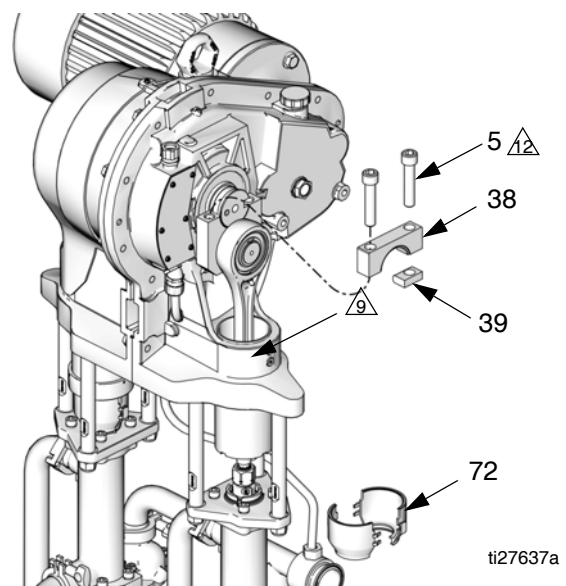

ABB. 17. Kurbelarmkappe entfernen
5. Einen sauberen Lappen über den Schieberzylinder (2) legen, damit während des Zerlegens kein Schmutz in die Schieberbaugruppe fällt.
6. Die zweiteilige Abschirmung (72) durch Einführen eines Schlitzschraubendrehers in den Schlitz und Aushebeln der eingerasteten Lasche entfernen. Vorgang bei allen Laschen wiederholen. **Nicht** die Abdeckungen mit dem Schraubendreher auseinanderhebeln.
7. Einen 3/4"-Schlüssel an der Fläche des Schieberkolbens (9) anlegen (direkt oberhalb der Kupplungsmutter), damit sich der Schieberkolben/Pleuel beim Lockern der Kupplungsmutter nicht dreht (14). Den Schlüssel so ausrichten, dass er an einer der Verbindungsstangen (3) abgestützt ist. Eine übermäßige Kraftanwendung an Schieberkolben/Pleuel kann die Lebensdauer des Unterpumpen-Hublagers verkürzen.
8. Mit Hilfe eines 1-5/8"-Gabelschlüssels die Kupplungsmutter (14) vom Schieberkolben (9) lösen und auf die Kolbenstange der Pumpe herabgleiten lassen. Darauf achten, dass die Klemmrings (13) nicht verloren gehen.
9. Siehe ABB. 17. Mit Hilfe eines 1/2"-Sechskantschlüssels die zwei Abschlusschrauben (5) abschrauben. Die Kurbelarmkappe (38) und den Keil (39) entfernen. Wenn nötig einen Kunststoffhammer verwenden, um diese Bauteile zu lösen.
14. Den Kolben (9) und die Verbindungsstange (7) in den Zylinder (2) schieben.
15. Den Kurbelarm (4) so positionieren, dass er die Ausgangswelle (OS) erfasst, und drehen Sie ihn zur Unterseite der Ausgangswelle.
16. Einen sauberen Lappen auf den Schieberzylinder (2) legen, damit während des Wiederausbaus kein Schmutz in die Schieberbaugruppe fällt.
17. Siehe ABB. 17. Gleitmittel (LPS[®]-04110 oder gleichwertig) auf das Gewinde der Abschlusschrauben (5) auftragen. Den Keil (39), die Kurbelarmkappe (38) und die Abschlusschrauben (5) in der gezeigten Ausrichtung anziehen. Während die spaltseitige Schraube noch locker ist, die keilseitige Schraube mit 283-310 N•m (210-230 ft-lb) anziehen. Sodann auch die spaltseitige Schraube mit 283-310 N•m (210-230 ft-lb) anziehen. Die Schrauben jeweils mit 2-3 weiteren Umdrehungen festziehen, oder so lange, bis sie auf 283-310 N•m (210-230 ft-lb) festgezogen sind.
18. Vergewissern Sie sich, dass die Klemmringe (13) sich in ihrer Position an der Kupplungsmutter (14) befinden.
19. Einen 3/4-Zoll-Schlüssel an der Fläche des Schieberkolbens (9) anlegen, damit sich der Schieberkolben beim Anziehen der Kupplungsmutter (14) nicht dreht. Den Schlüssel so ausrichten, dass er an einer der Verbindungsstangen (3) abgestützt ist. Die Kupplungsmutter (14) auf den Schieberkolben (9) aufsetzen und sie mit einem Anzugsmoment von 102-108 N•m (75-80 ft-lb) festziehen.
20. Die Abdeckungen (72) wieder anbauen, indem die unteren Lippen mit der Nut in die Kappe der Ökertasse gesteckt wird. Die beiden Abdeckungen einrasten lassen.
21. Den Lappen entfernen. Die Abdeckung (32 oder 21) und die Schrauben (12) wieder installieren.